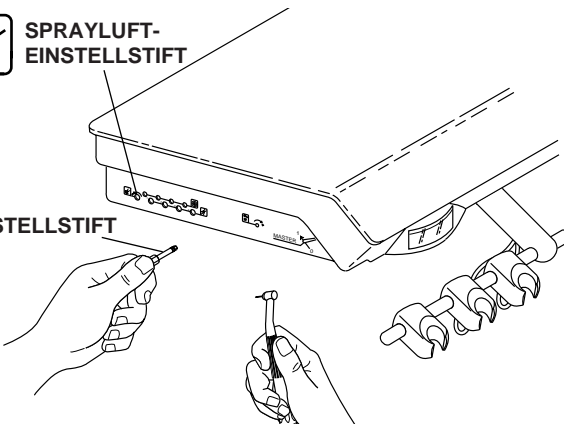

Bild 7. Sprayluft einstellen
Das Sprayluft-Regelventil (siehe Bild 7) regelt die Sprayluft für alle Handstücke.
2. Sehen Sie sich an, wo sich das Sprayluft-Regelventil befindet (siehe Bild 7).